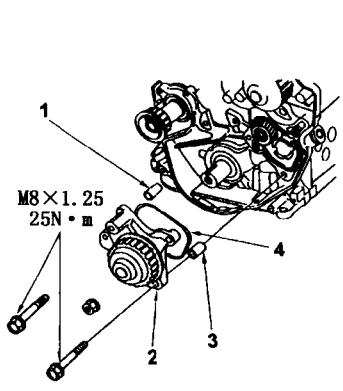

图 2-9 平衡轴驱动装置的拆卸
(1) 拆卸
①如图 2-9 所示, 拆下平衡驱动轴齿轮外壳, 拆下